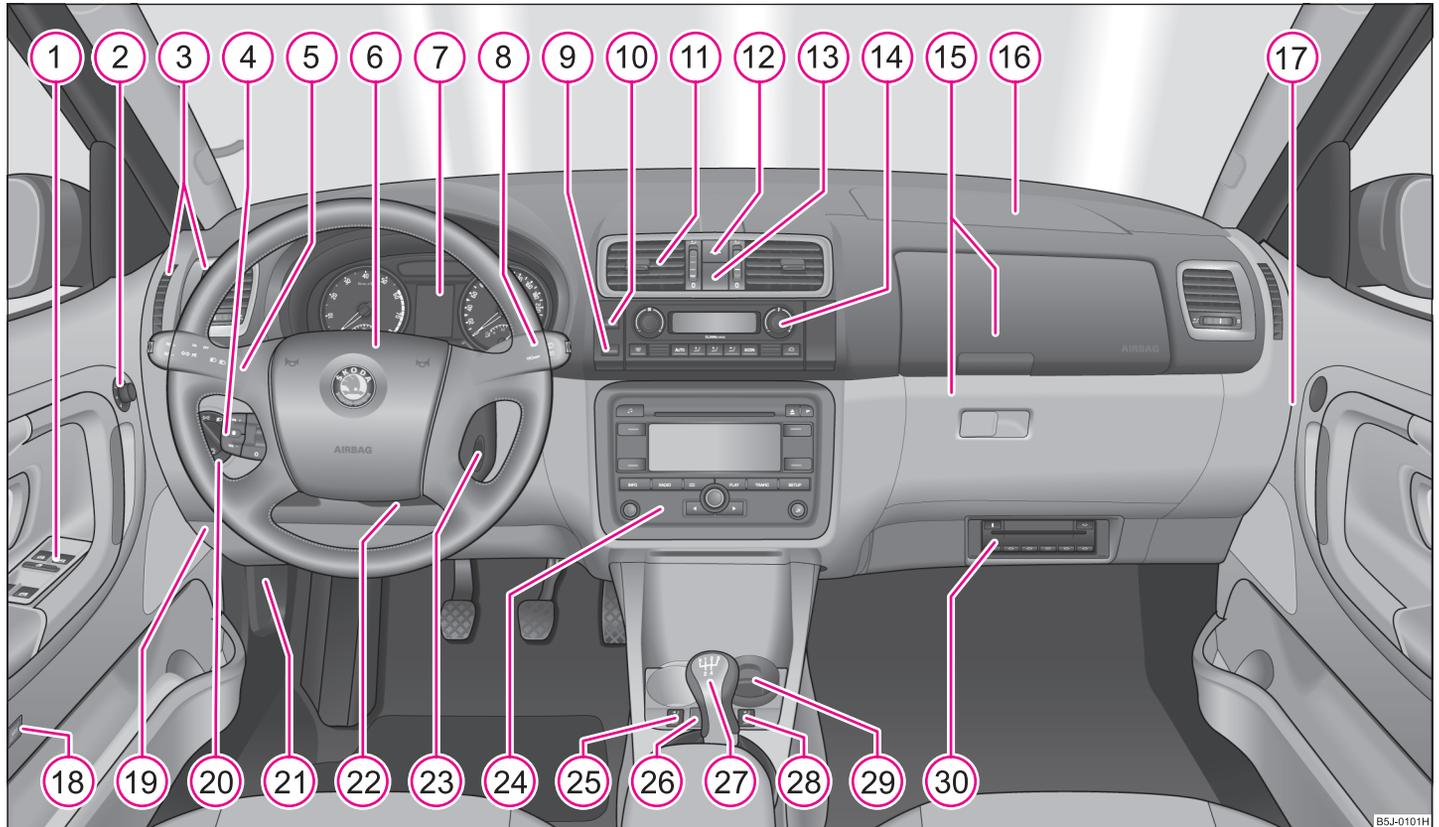

Fig. 1 Algunos de los equipamientos que aparecen en la figura se encuentran únicamente en determinadas versiones de un modelo o son equipamientos múltiples.
- En los vehículos con dirección a la derecha, la disposición de los elementos de mando se diferencia en parte de la disposición mostrada ⇒ página 7, fig. 1. Sin embargo, los símbolos corresponden a cada uno de los elementos de manejo. ■